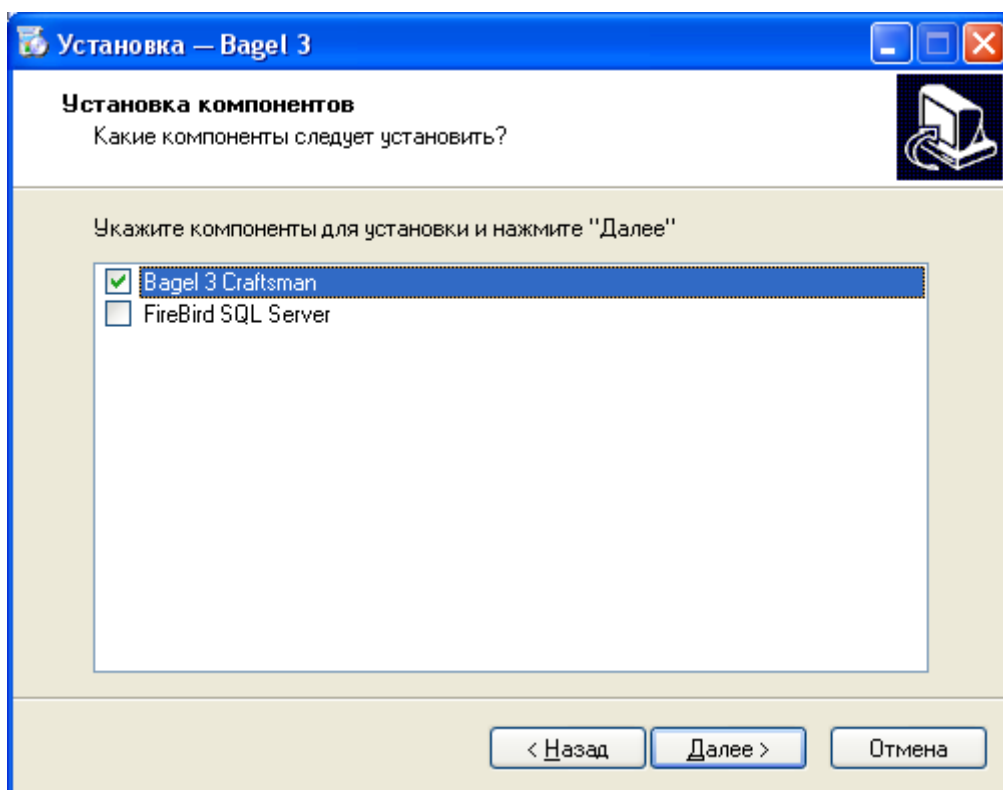

Рис. 1.9
- Укажите только компонент Подкова (рис.1.9)